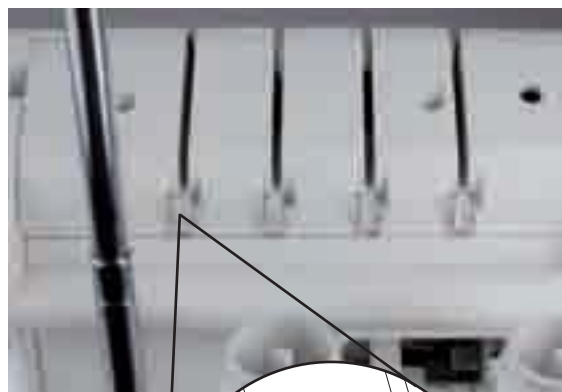

Fig. 20
1. Træk tråden bagfra og frem gennem trådstangen ❶ (1).
2. Sæt tråden ind i trådføringen ved at trække tråden nedad, indtil trådføringen glider (2) (fig. 20).